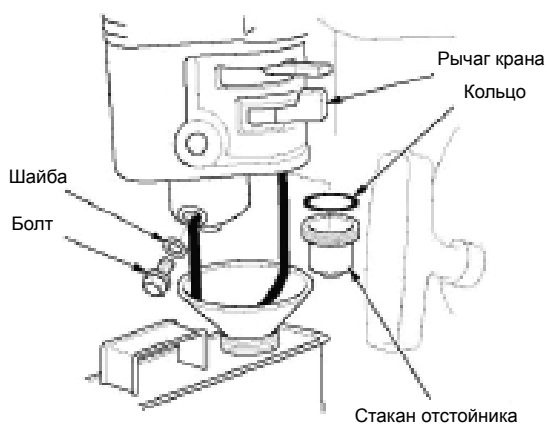

Рис.28
1. Поместите подходящую емкость для топлива под карбюратор (Рис.28), и используйте воронку, чтобы не пролить топливо.